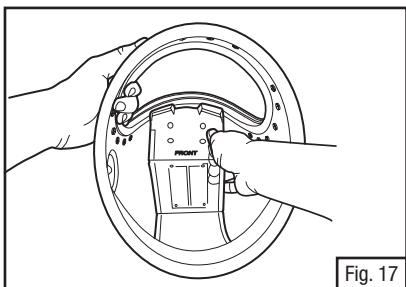

Fig. 17
3. Doble la parte frontal de la guía y meta las dos lengüetas plásticas debajo del empaque. Revise la alineación una vez más y ajuste si es necesario. Empuje para dejar en la posición correcta (Fig. 17).